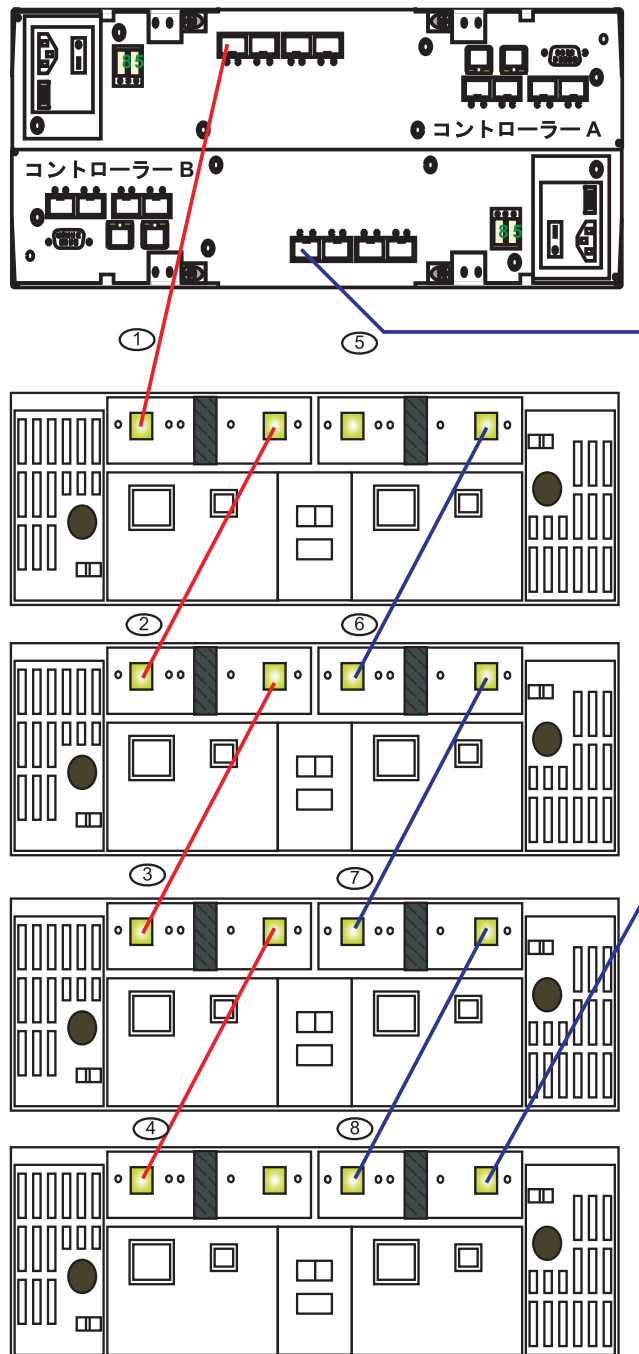

図 45. EXP710 または EXP100 エンクロージャーの DS4800 への接続
- a. DS4800 コントローラーから開始して、コントローラー A のドライブ・ポート 4 (ドライブ・チャンネル 1) を、グループの最初のストレージ拡張エンクロージャーの左の ESM ボードの IN ポートに接続します。(76 ページの図 45 のコールアウト 1 を参照。)
ートを、2 番目の (次の) エンクロージャーの左の ESM ボードの IN ポートに接続します。(76 ページの図 45 のコールアウト 2 を参照。)
- c. 最初のストレージ拡張エンクロージャーで、右の ESM ボードの OUT ポートを、2 番目の (次の) エンクロージャーの右の ESM ボードの IN ポートに接続します。(76 ページの図 45 のコールアウト 6 を参照。)
- d. このグループに複数のストレージ拡張エンクロージャーをケーブル接続する場合は、最後のストレージ拡張エンクロージャーに達するまで、IN ポートから OUT ポートへの接続を繰り返してください。(76 ページの図 45 で、左の ESM 接続のコールアウト 3 と 4、および右の ESM 接続のコールアウト 7 と 8 を参照。)
- e. グループの最後のストレージ拡張エンクロージャーで、右の ESM ボードの OUT ポートを、DS4800 のコントローラー B のドライブ・ポート 1 (ドライブ・チャンネル 3) に接続します。(図 45 のコールアウト 5 を参照。)